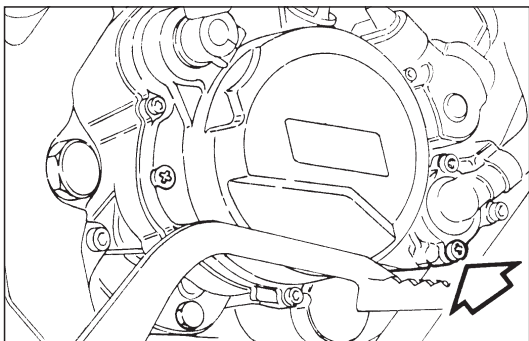

Fig. 28
- ◆ Coloque un recipiente, con capacidad no inferior a 1,5ℓ, por debajo del tornillo de descarga (Fig. 28).